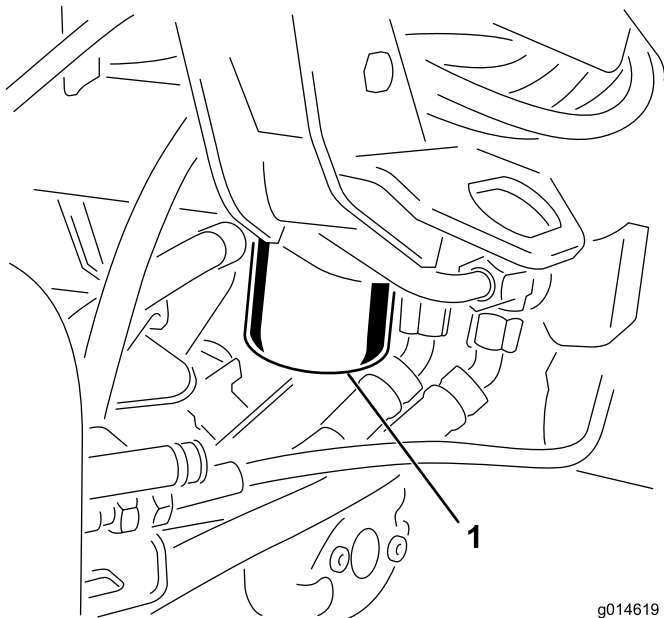

Рисунок 49
1. Очистите область вокруг места крепления фильтра (Рисунок 49). Поместите поддон под фильтр, а затем снимите фильтр.